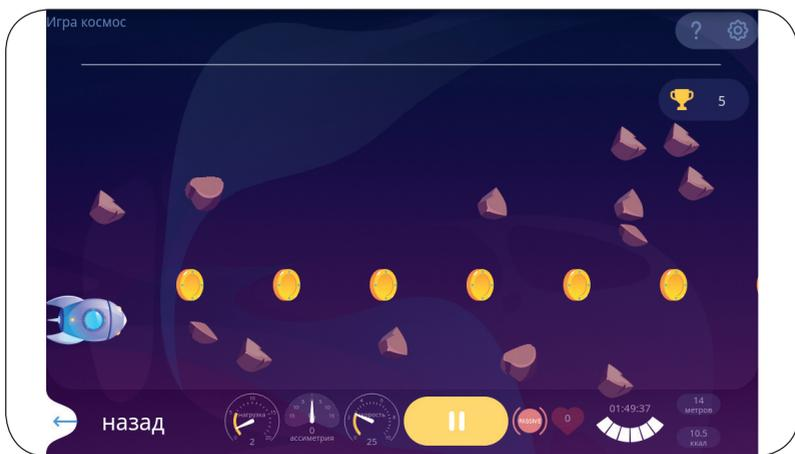

Рисунок 23
1. Игровая БОС «Космос» (кнопка 29). Во время тренировки пациент должен вращать педали или рукоятки равномерно с заданной скоростью и удерживать ракету в заданном диапазоне, собирать монеты и избегать столкновений с астероидами (см. рис. 23).